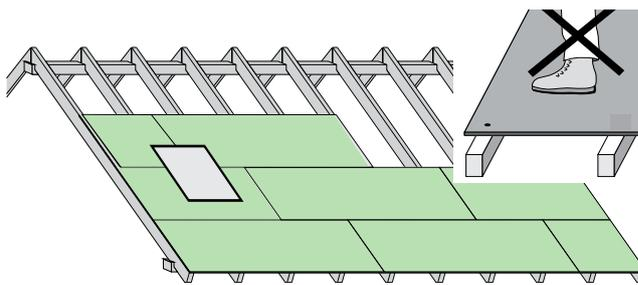

Abb. 9 Verlegeprinzip (schematische Darstellung)
- Unterdeckung an der Traufe beginnend, rechtwinklig im Verband, mit dicht gestoßenen Fugen (ggf. mit Verklebung) verlegen. Mit Reststück der 1. Plattenreihe beginnt man die 2. Reihe (Abb.9).
- Befindet sich direkt über dem Dachflächenfenster ein Vertikalstoß, muß dieser mit PAVATEX-Dichtprodukten abgeklebt werden (Abb.9)
- Platten nur im Sparrenbereich begehen. (Abb.9)